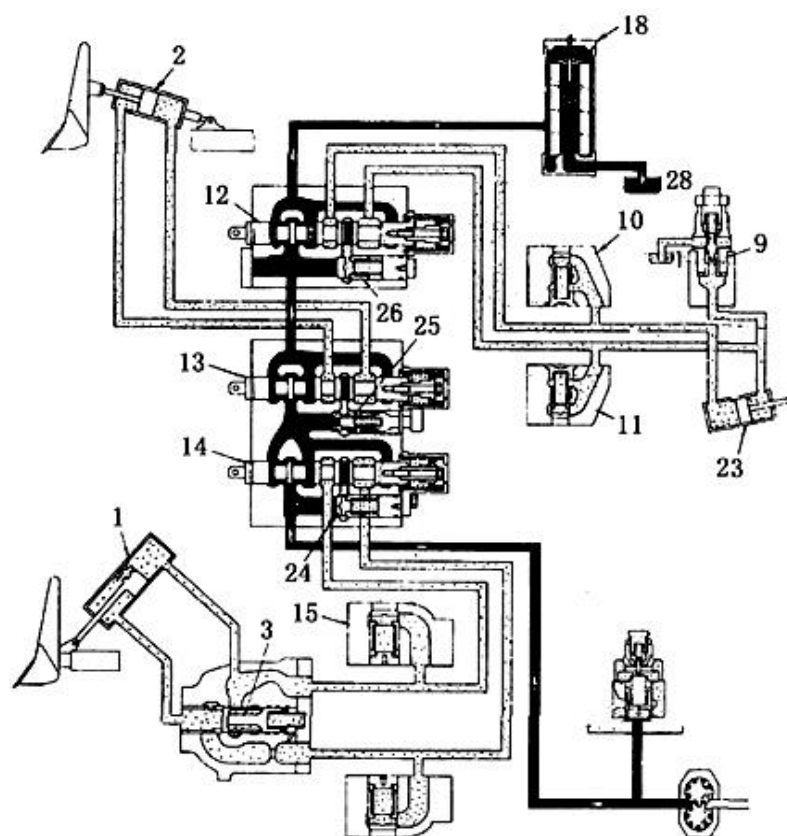

Рис. 5-59
(2) Принцип работы гидравлической системы для рабочего оборудования (Рис. 5-59)